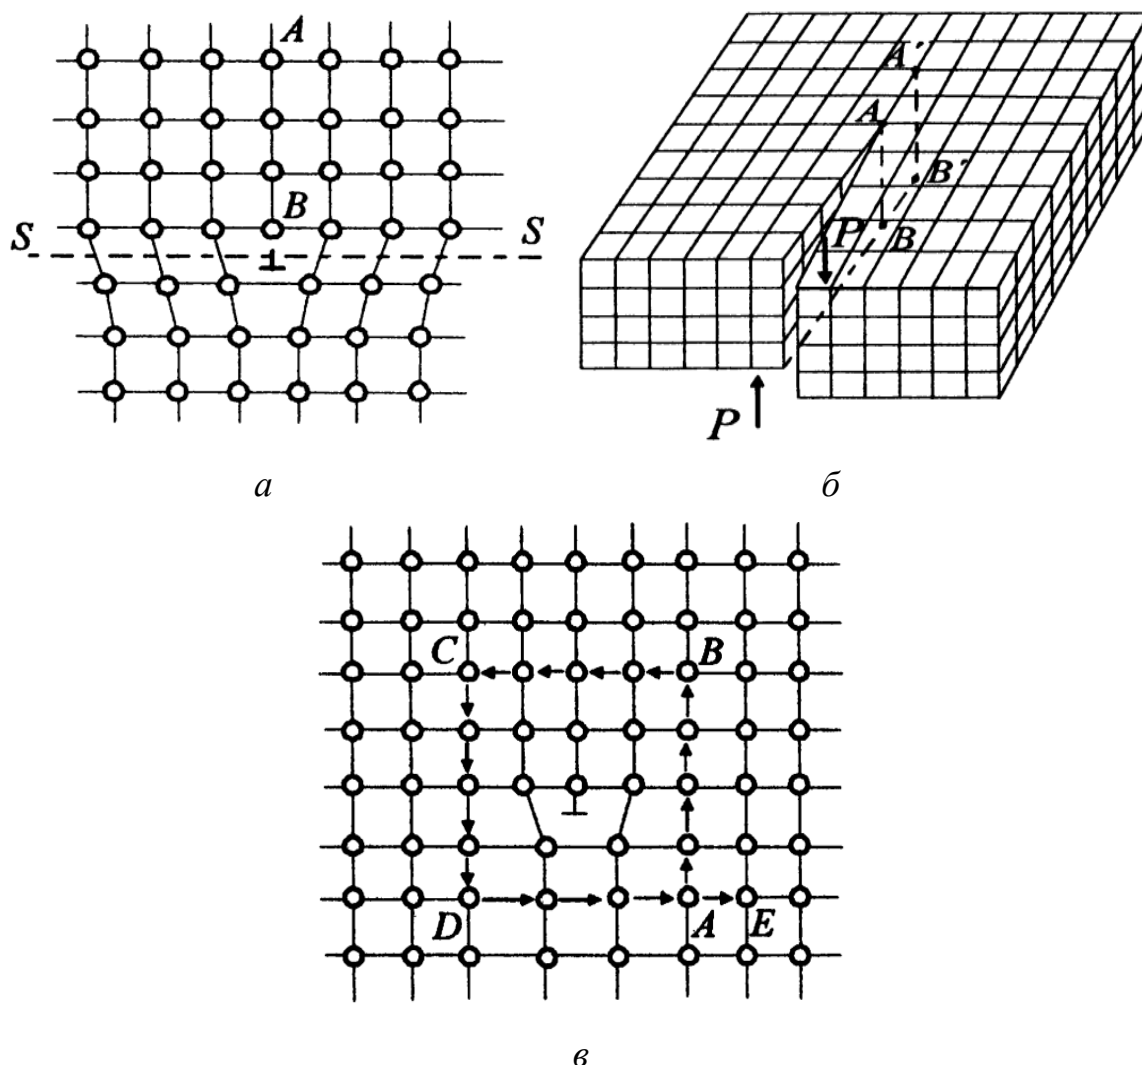

Рис. 4.6. Схемы дислокаций:
**Линейные дефекты** в кристаллах характеризуются тем, что их поперечные размеры не превышают нескольких межатомных расстояний, а длина может достигать размера кристалла. К линейным дефектам относятся **дислокации** (лат. dislocation – смещение) – линии, вдоль и вблизи которых нарушено правильное периодическое расположение атомных плоскостей кристалла. Различают линейные (или краевые) и винтовые (или спиральные) дислокации (рис. 4.6).
Краевая дислокация представляет собой локализованное искажение атомной плоскости за счет введения в нее дополнительной атомной полуплоскости – **экстраплоскости**, расположенной перпендикулярно плоскости чертежа. Условно подразделяют краевые дислокации на положительные и отрицательные. Положительная дислокация ( $\perp$ ) соответствует случаю, когда сверху есть лишняя атомная полуплоскость (как на рис. 4.6, а). Соответственно, в верхней половине кристалла действуют сжимающие напряжения, в нижней – растягивающие. Отрицательная дислокация ( $\top$ ) соответствует случаю, когда верхняя половина кристалла растянута, нижняя сжата. Нетрудно заметить, что эти две дислокации различаются лишь поворотом на  $180^\circ$ . Поэтому не имеет смысла говорить о знаке дислокации, если эта дислокация одна: знак существен, если рядом есть другая дислокация. Силы упругого взаимодействия между дислокациями зависят от знака дислокации: одноименные дислокации отталкиваются, разноименные притягиваются.
Второй разновидностью линейных дефектов кристаллической решетки является винтовая дислокация (рис. 4.6, б). Она формируется и перемещается при сдвиге одной части кристалла относительно другой по какой-нибудь плоскости под действием внешних сдвиговых (касательных) сил  $P$  (перемещение дислокации  $AB \rightarrow A'B'$ , рис. 4.6, б). На схеме сдвиг распространился от переднего края кристалла до линии  $AB$ , параллельной силам  $P$ . При этом правый край кристалла сместился вниз на параметр решетки. При дальнейшем действии этих сил  $AB$  продолжит смещение к задней стенке с кристалла –  $A'B'$ .
Вокруг текущих положений (рис. 4.6, б, линия  $AB$ ) кристаллографические атомные плоскости-поверхности оказываются изогнутыми. Если проследить ход этих плоскостей от левой части кристалла к правой вокруг  $AB$  сверху вниз, то окажется, что все они, т. е. атомные слои плоскости, как бы представляют одну винтовую поверхность, закрученную вокруг  $AB$  по часовой стрелке в данном случае. Сама линия  $AB$ , вокруг которой формируются геометрические и энергетические искажения в кристаллической решетке, и является винтовой дислокацией.
Одним из параметров, характеризующих поведение дислокации во время пластической деформации, является **вектор Бюргерса**. Он показывает степень искажения кристаллической решетки вокруг дислокации. Упругая энергия вокруг дислокации пропорциональна квадрату вектора Бюргерса. Чтобы определить вектор Бюргерса, надо вокруг дислокации построить **контур Бюргерса** (рис. 4.6, в). Протяженность сторон контура выбирается произвольно. Например, контур  $ABCD$  вокруг краевой дислокации  $\perp$  по вертикали содержит четыре параметра решетки, по горизонтали – над дислокацией тоже четыре параметра, а под ней – три. Отрезок  $AE$ , по модулю равный параметру решетки, принято считать вектором Бюргерса. Он перпендикулярен линии дислокации.